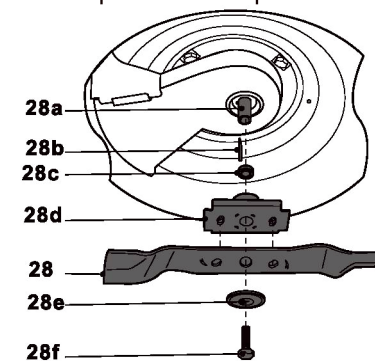

Fig. 28
1. Maintenir le dessous du produit et le dispositif de coupe (28) propres et exempts de débris. Retirer l'herbe coupée de la goulotte d'évacuation arrière (30).
3. Garder le dispositif de coupe (28) aiguisé pour conserver de bonnes performances de coupe. Si le dispositif de coupe est usé ou endommagé, le remplacer par un nouveau dispositif de même type ou demander à un spécialiste qualifié de l'aiguiser.
4. Desserrer le boulon hexagonal (28f) dans le sens inverse des aiguilles d'une montre à l'aide d'une clé adaptée et le déposer avec la bride de blocage (28e), le dispositif de coupe (28), le support (28d), la bague (28c) et la goupille (28b) (Fig. 28).